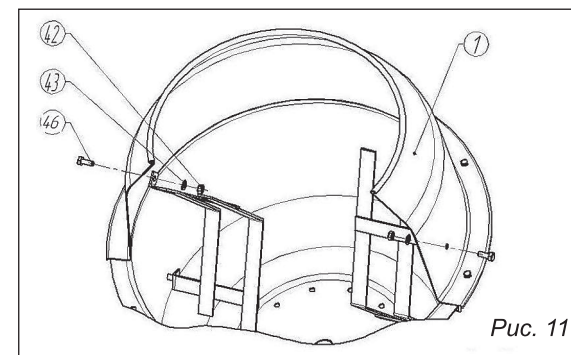

Рис. 11
6.8. Закрепление лопаток к верхней половине бака (рис. 11)